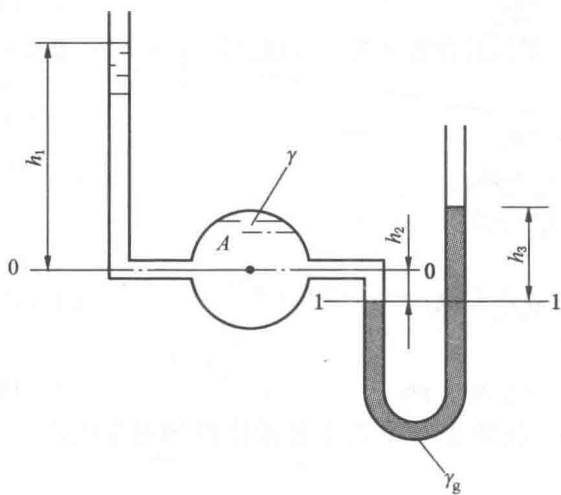

图 1-5 题 5
5. 在如图 1-5 所示的容器上，安装两根测压管。已知 $h_1 = 5 \text{ m}$ ， $h_2 = 18 \text{ cm}$ ，求容器中心处水的绝对压力 p_A 及 U 形管中水银面高差 h_3 。